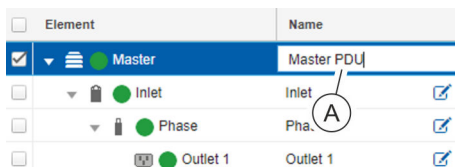

Abb. 99: Element benennen
- ⇒ Es öffnet sich ein Textfeld (Abb. 99/A).